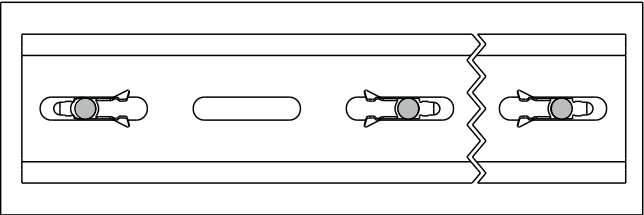

Abb. 1 / Fig. 1
- Bohren Sie die Bohrlöcher gemäß den Angaben in Abb. 1.
Beachten Sie bei der Montage, dass die Federbügel der äußeren Montageclips nach Innen zeigen. Für die restlichen Montageclips empfehlen wir eine alternierende Ausrichtung, siehe Abb. 1.
- Drill the drill holes according to the specifications in Fig. 1.
When installing, make sure that the spring clamps of the outer mounting clips point inwards. For the remaining mounting clips, we recommend alternating alignment, see Fig. 1.